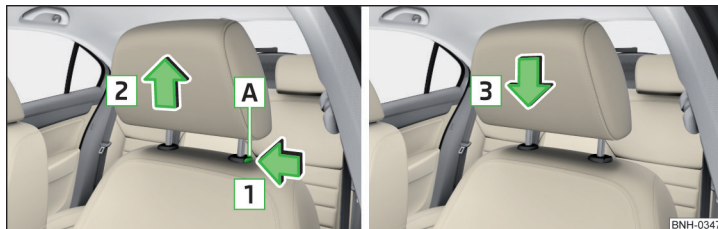

Fig. 58 Scoaterea/introducerea tetierei din față
- Pentru **scoatere**, mențineți tasta de siguranță **A** în sensul săgeții **1** și scoateți tetiera în sensul săgeții **2** » fig. 58.